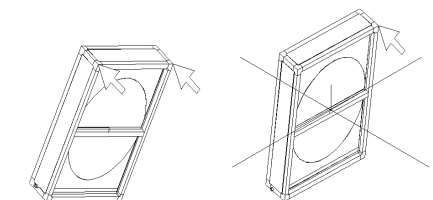

Rys. Nr 15 Uchwyt do podnoszenia wymiennika transportowanego w pozycji na boku
Dopuszcza się transport wymiennika obrotowego na samochodzie w pozycji leżącej lub na boku. W przypadku transportu wymiennika na boku należy użyć do podnoszenia uchwytu **Rys. Nr 15** i podnieść według **Rys. Nr 16**.
a) dla central (małe gdzie mogą wystąpić stopki) powierzchnia podparcia nie może być mniejsza niż 200x200 i usytuowana we wszystkich miejscach występowania tych elementów Rys. Nr 15, Rys. Nr 16.